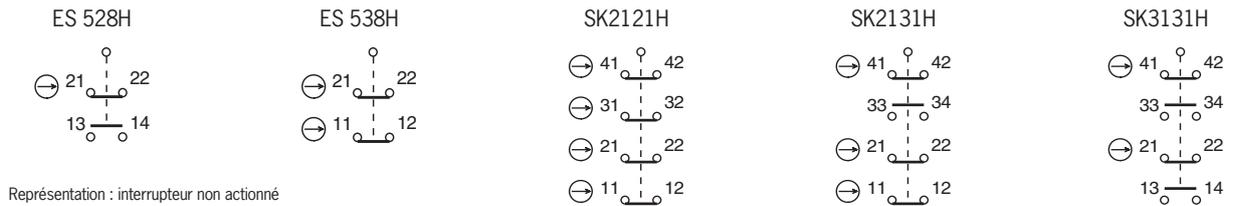

Fig. 3 : Affectation des contacts des éléments de commutation
Utiliser au moins un contact ⊖. Celui-ci signale l'état de l'interverrouillage (affectation des contacts, voir Fig. 3).
2. Effectuer le raccordement et serrer les bornes au couple de 0,5 Nm (affectation des contacts, voir Fig. 3).